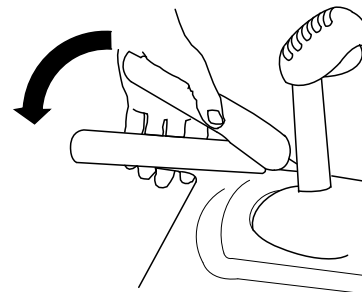

Bild 16
1. Drücken Sie zum Einkuppeln des Fahrtriebs den linken Hebel (Fahrtrieb) zum Handgriff (Bild 16).